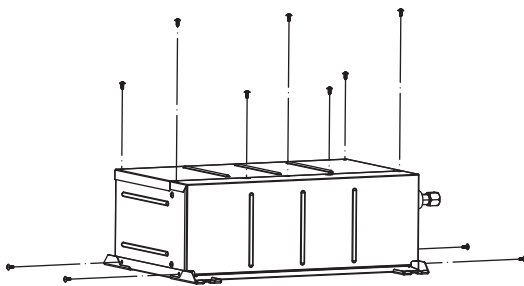

Fig. 4-6
#### 4.2. Procédures de changement de direction des tuyaux (Fig. 4-6 ①~⑧)